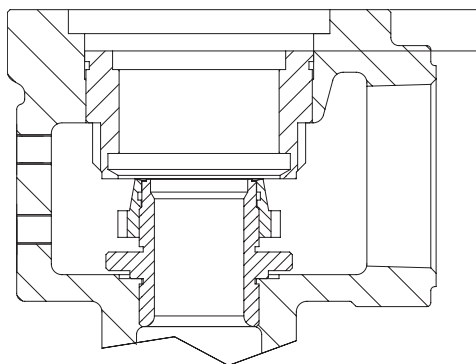

Figura 05
8.1.9 Remova o parafuso de bloqueio superior (13B). Remova o prato da guia (39). Anote a posição do anel de regulagem superior (07) (cota H, Figura 05). Remova-o girando-o no sentido anti-horário. Este procedimento ajudará a posicionar o anel de regulagem superior exatamente na posição em que se encontrava antes da desmontagem.